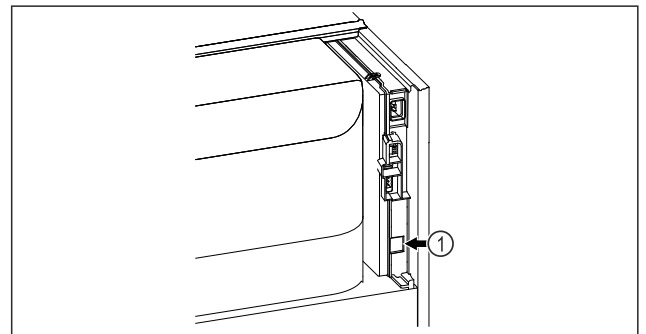

Fig. 171
- SmartModule Fig. 171 (1) is geplaatst.